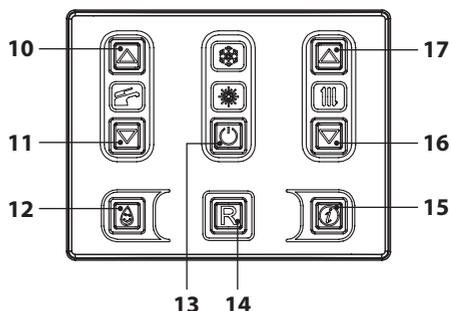
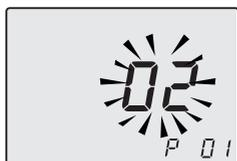

Figura 7.2
Figura 7.3
- Entrare in "modalità programmazione" premendo contemporaneamente per 10 secondi i tasti 13-16-17 (Figura 7.2) fino a far apparire sul display LCD le lettere **P01** e il valore del parametro, indicanti l'entrata nel "parametro 01" (Figura 7.3).
- Premere il tasto 16 o 17 (Figura 7.2) per scorrere i parametri fino al parametro **P09** e il valore del parametro, indicanti l'entrata nel "parametro 10" (spazzacamini **00** = spazzacamino non attivo) (Figura 7.4).
- Utilizzare i tasti 16 o 17 (Figura 7.2) fino a portarsi allo stato **hP** (spazzacamino attivo in minimo riscaldamento) e premere il tasto 13 per confermare. Sul display appare **hP** alternato alla temperatura minima di riscalda-
- Utilizzare i tasti 16 o 17 (Figura 7.2) fino a portarsi allo stato **dP** (spazzacamino attivo in massimo sanitario) e premere il tasto 13 per confermare. Sul display appare **dP** alternato alla temperatura massima in sanitario.
- Entrare in "modalità programmazione" premendo contemporaneamente per 10 secondi i tasti 13-16 (Figura 7.2) fino a far apparire sul display LCD le lettere **P01** e il valore del parametro, indicanti l'entrata nel "parametro 01" (Figura 7.3).
- Premere il tasto 17 (Figura 7.2) per scorrere i parametri fino al parametro **P09** (spazzacamini) (Figura 7.4).
- Agire sui tasti 17 o 16 (Figura 7.2) per incrementare o decrementare il valore. Attendere 3 secondi per stabilizzare la pressione del gas quindi leggere il valore sul manometro gas. **Ricordarsi di mantenere l'andamento in salita.**
- Premere il tasto 11 (Figura 7.2) per 1 secondo per memorizzare il valore.
- Premere il tasto 10 (Figura 7.2) per passare
- Agire sui tasti 17 o 16 (Figura 7.2) per incrementare o decrementare il valore. Attendere 3 secondi per stabilizzare la pressione del gas quindi leggere il valore sul manometro gas. **Ricordarsi di mantenere l'andamento in discesa.**
- Premere il tasto 10 (Figura 7.2) per verificare il valore massimo impostato ed eventualmente correggerlo seguendo la procedura sopra descritta.
- Premere il tasto 10 (Figura 7.2) per verificare il valore minimo impostato ed eventualmente correggerlo seguendo la procedura sopra descritta.